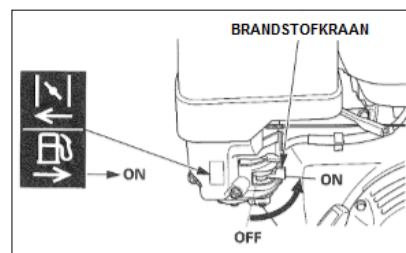

Abbildung 26
- Öffnen Sie den Kraftstoffhahn (siehe Abbildung 26).